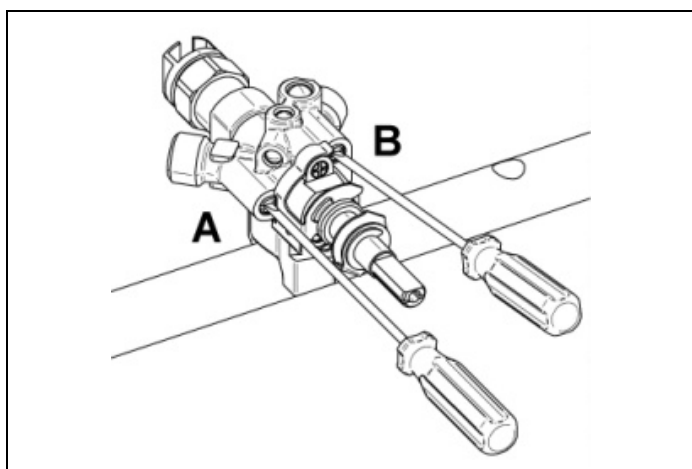

Fig. 15
- 4) Pour le robinet qui commande le brûleur Dual, les vis de réduction se trouvent sur le corps du robinet (Fig. 15), la vis A règle la couronne extérieure alors que la vis B règle la vis intérieure.